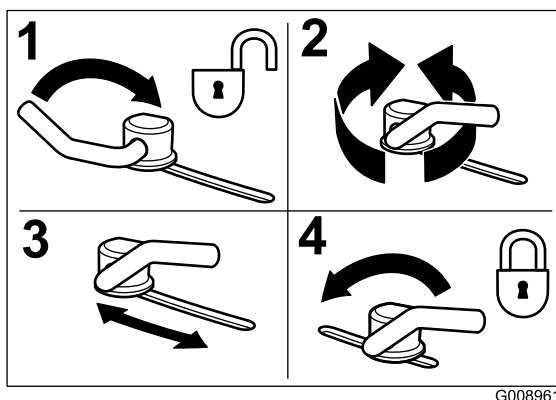

Figure 15
- Pour régler les verrous à came, soulevez le levier pour desserrer le verrou (Figure 15).
- Repoussez le levier à sa position d'origine pour serrer le déflecteur et les verrous (Figure 15).